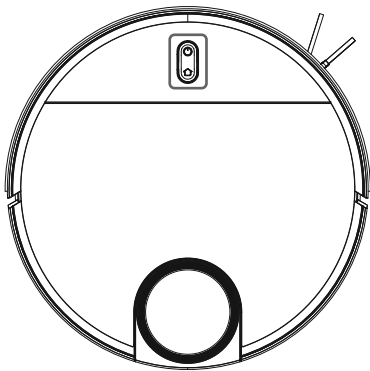

Fig. 7
- ▶ Premere contemporaneamente il tasto di accensione  e il tasto Home  per alcuni secondi per impostare la modalità di associazione del robot aspirapolvere (**vedere la fig. 7**).